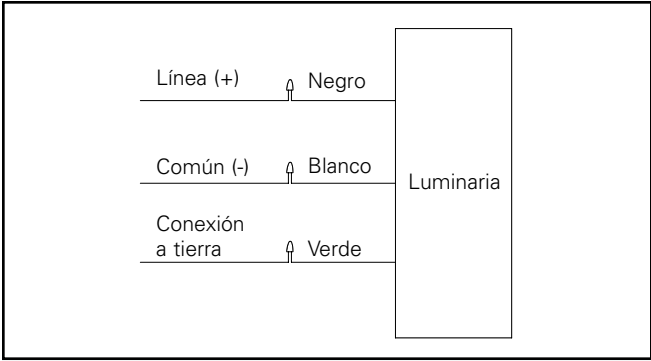

Figura 4.
2. Afloje, pero no retire los (2) tornillos de sujeción y los (2) pernos centrales.
4. Consulte los diagramas de cableado para conocer la conexión de alimentación. (Figura 4).
7. Realice las conexiones de cableado según el diagrama del cableado y empuje las conexiones al compartimiento de empalme. (Figura 4.)
8. Vuelva a colocar la placa de cubierta y ajuste los (2) tornillos de la cubierta hasta 15 in-lb.